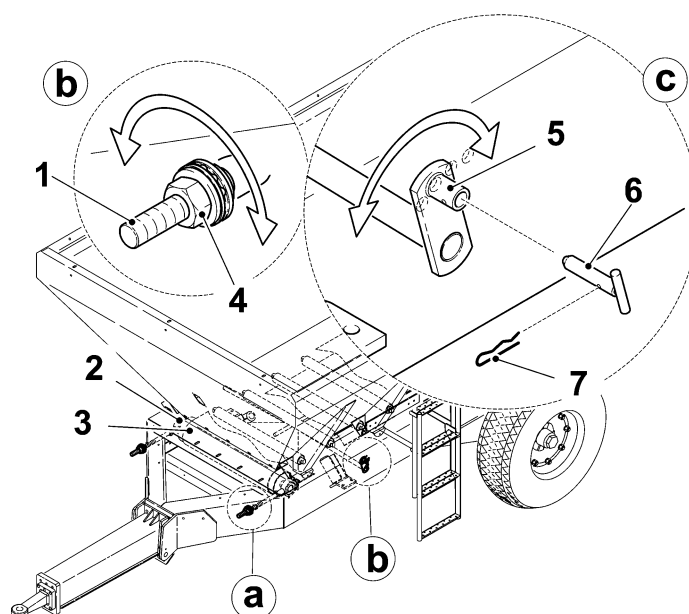

Рис. 10 РЕГУЛИРОВКА РЕМНЯ.
Регулировка ремня требуется только в том случае, когда пояс не перемещается по оси машины и чрезмерно давит на наклонные ролики. Изменения параметров пояса достигаем закручиванием натяжного винта (1) рис. 10. Затянув гайку, перемещаем винтом подшипниковый узел (2), что вызывает изменение угла расположения натяжного барабана (3). Вал рифленый, находящийся в оси шпорного колеса, служит для регулировки напольного транспортера во время ремонта на стоянке